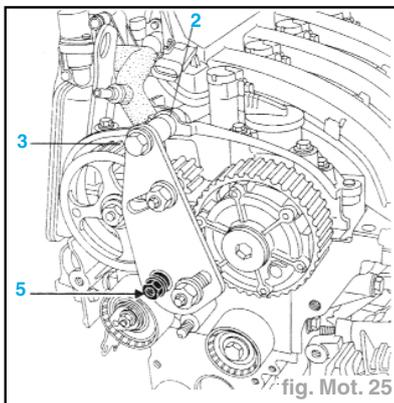

fig. Mot. 25
- la vis supérieure (3) tout en positionnant l'entretoise (4) du **Mot. 1509-01** entre l'outil et le carter chapeau de paliers d'arbres à came (ne pas bloquer la vis),
- l'écrou épaulé (5) du **Mot. 1509-01** (fig. Mot. 25),
- Serrer l'écrou épaulé (5) et la vis (3), puis immobiliser les poulies avec les pignons dentés du **Mot. 1509** (fig. Mot. 25).